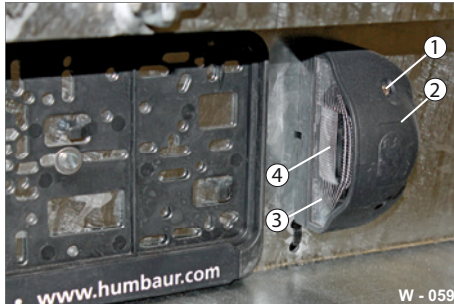

Abb. 58 Kennzeichen-Beleuchtung 24 V
- ▶ Lösen Sie die Befestigungsschrauben (Abb. 58/1).
- ▶ Öffnen Sie vorsichtig den Leuchtenkörper (Abb. 58/2).
- ▶ Entfernen Sie die Lichtscheibe (Abb. 58/3).
- ▶ Ersetzen Sie die Leuchte (Abb. 58/4).